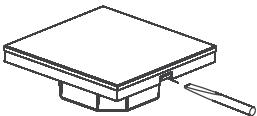

Рисунок 1. Отсоединение панели от корпуса.
- 3.3. Аккуратно отделите лицевую панель от корпуса при помощи отвертки (рис. 1).